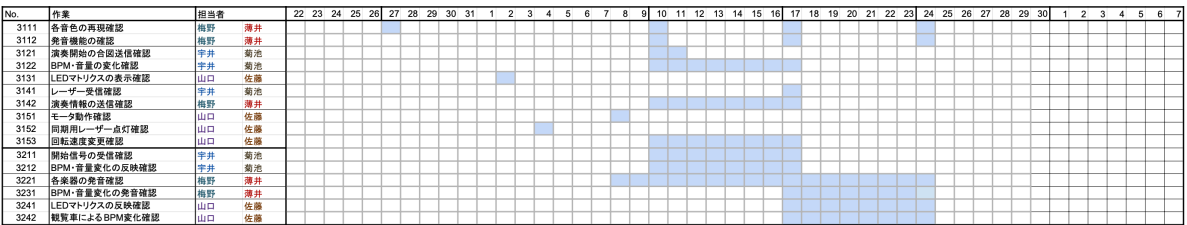

図 2 計画段階のガントチャート（テストフェーズ）
計画段階のガントチャート (GC) を図 1 (実装フェーズ) および図 2 (テストフェーズ) に示す.